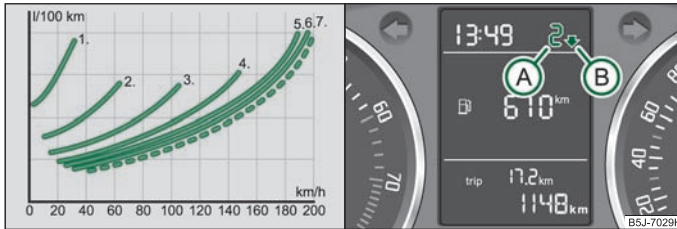

Abb. 130 Kraftstoffverbrauch / Schaltempfehlung für Gangwechsel
Die ⇒ Abb. 130 zeigt das Verhältnis von Kraftstoffverbrauch zur Geschwindigkeit in dem jeweiligen Gang. Der Kraftstoffverbrauch im 1. Gang ist am höchsten. Im höchsten Gang ist der Verbrauch am niedrigsten.
Im Display des Kombi-Instruments wird eine Information zum geschalteten Gang (A) ⇒ Abb. 130 angezeigt.